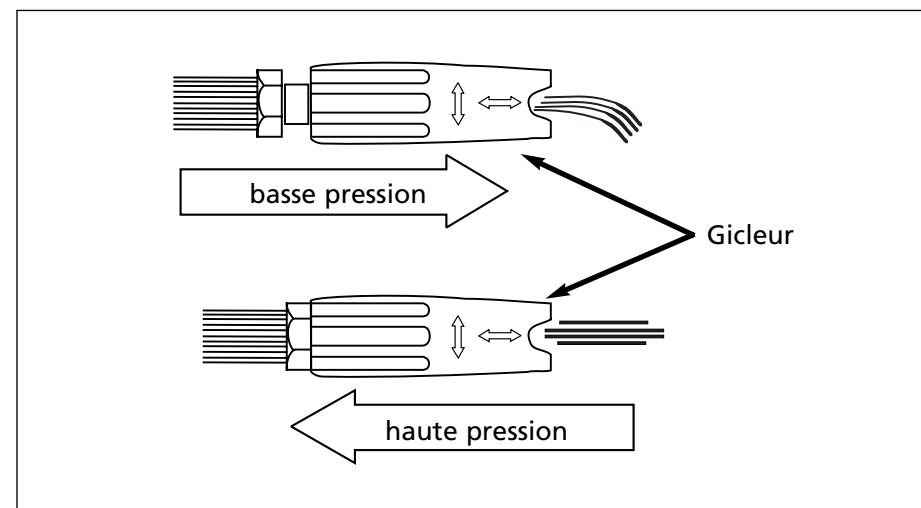

Figure 20 - Réglage du gicleur selon la pression
- Mettez la main autour de la section d'extrémité de pulvérisation de 8,9 cm de la tige (la section qui tourne de gauche à droite). Tirez fermement et rapidement en éloignant de vous. (**NOTE :** N'ajustez pas la tige en pulvérisant) La tige sortira de 12,7 mm et sera en basse pression (Voir Figure 20). Le savon peut seulement être tiré en basse pression.
- 3a. Mettez la main autour de la section d'extrémité de pulvérisation de 8,9 cm de la tige (la section qui tourne de gauche à droite). Tirez fermement et rapidement en éloignant de vous. (**NOTE :** N'ajustez pas la tige en pulvérisant) La tige sortira de 12,7 mm et sera en basse pression (Voir Figure 20).